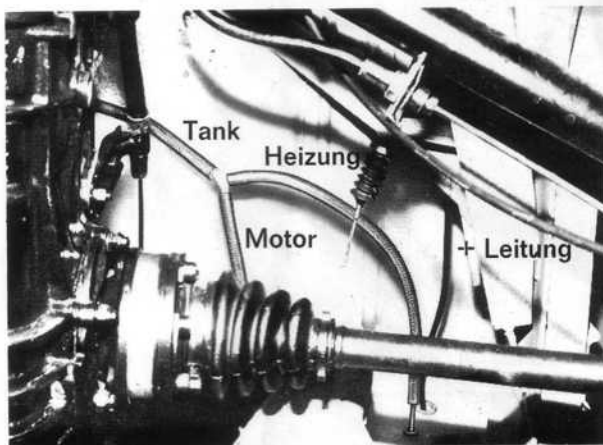

Bild 9
20. Brennstoffzuleitung des Fahrzeuges unter dem Tank durchtrennen, Y-Stück wie in Bild 9 einsetzen. Mitgeliefertes Schlauchstück auf das freie Ende des Y-Stückes und auf die Saugleitung der Heizung stecken. Brennstoffabsperrring entfernen.
21. Schubschalter am Armaturenbrett einbauen, Elektrische Leitung (5,15 m) auf den 3-geteilten Isolierschlauch stecken und am Relais, Klemme A anschließen. Leitung durch die in den Motorraum-Trennwand eingebaute Tülle (Bild 9) führen, entlang dem Längsträger mit dem Kabelstrang des Fahrzeuges in das Fahrerhaus eintreten lassen und am Schubschalter anschließen.